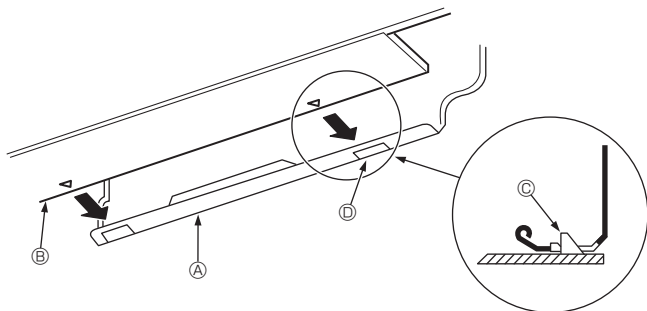

Fig. 3-15
3. Inserendo il tubo del refrigerante e il tubo di drenaggio nel foro a muro (manicotto di penetrazione), appendere la parte superiore dell'unità interna alla piastra di montaggio ①.
5. Premere la parte inferiore dell'unità interna sulla piastra di montaggio ① e bloccarla in posizione. (Fig. 3-15)
- \* Controllare che le maniglie sulla parte inferiore dell'unità interna siano agganciate saldamente alla piastra di montaggio ①.
- ① Piastra di montaggio
- ② Unità interna
- ③ Gancio
- ④ Foro quadro